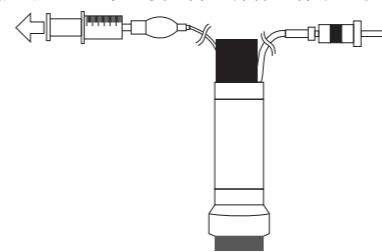

図9
18. 複数の結さつを行う場合は、カフの空気をシリンジで抜き内視鏡を抜去して、第10項以降の操作を繰り返すこと。（図9）